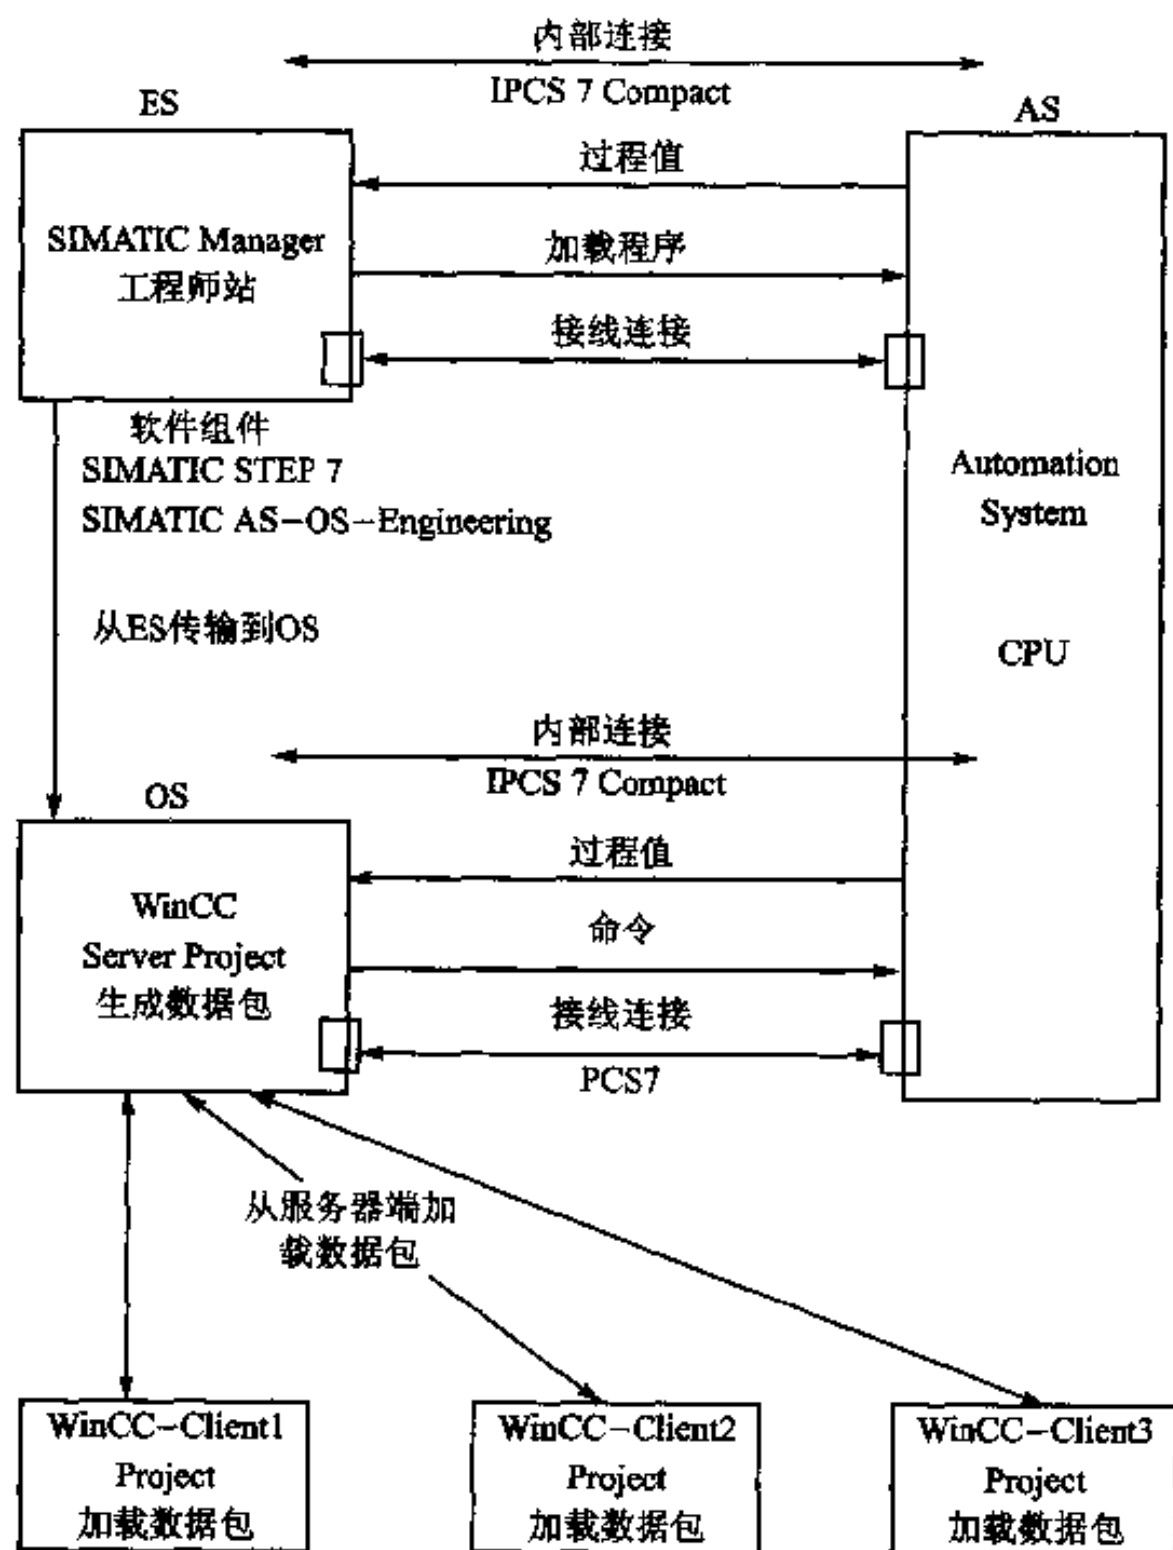

图 D-2 PCS7 系统组态原理图
在 PCS7 中,WinCC 包含在工程师系统 (SIMATIC Manager) 中对操作站 (operation station) 进行组态。WinCC Client 可以在工程师站 (ES) 上组态。利用 SIMATIC Manager 中的 Transfer AS/OS Connection Data 功能,Tags 从 ES 传送到 OS 站 (WinCC Server)。传输只是从 ES 到操作员站 (OS),数据包创建在 WinCC Server 上。一旦创建后,数据包可以在 WinCC Client 端加载,如图 D-2 所示。